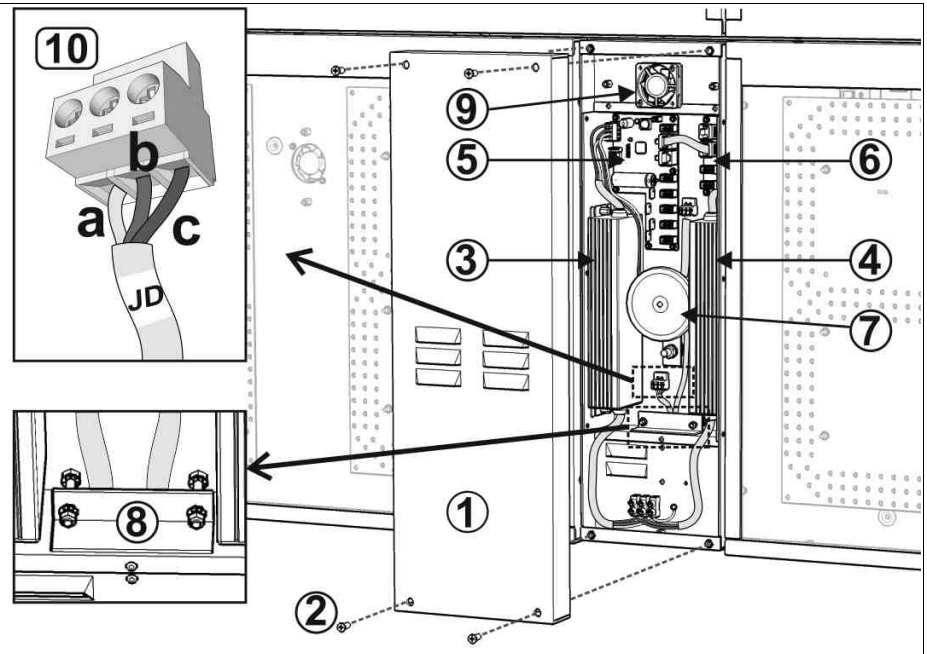

Fig. 11: Interno del modulo POWER SUPPLY
4. Togliete il frontale del modulo **POWER SUPPLY** svitando le 4 viti di fissaggio (vedi Fig. 11).
5. Fate passare i cavi precedentemente introdotti nel modulo, sotto il clacson ed inseriteli nei connettori delle schede, secondo le indicazioni riportate sul fondo del modulo (Fig. 11 e Fig. 19). Collegate ogni cavo ad uno dei connettori di scheda avente la stessa etichetta; ad esempio il cavo con l'etichetta '**JD**' va in uno qualsiasi dei connettori di scheda identificati con '**JD**'.
6. Avvitare i dadi del serracavi per bloccare i cavi (Fig. 11, numero ⑧), quindi richiudete il modulo con il frontale.